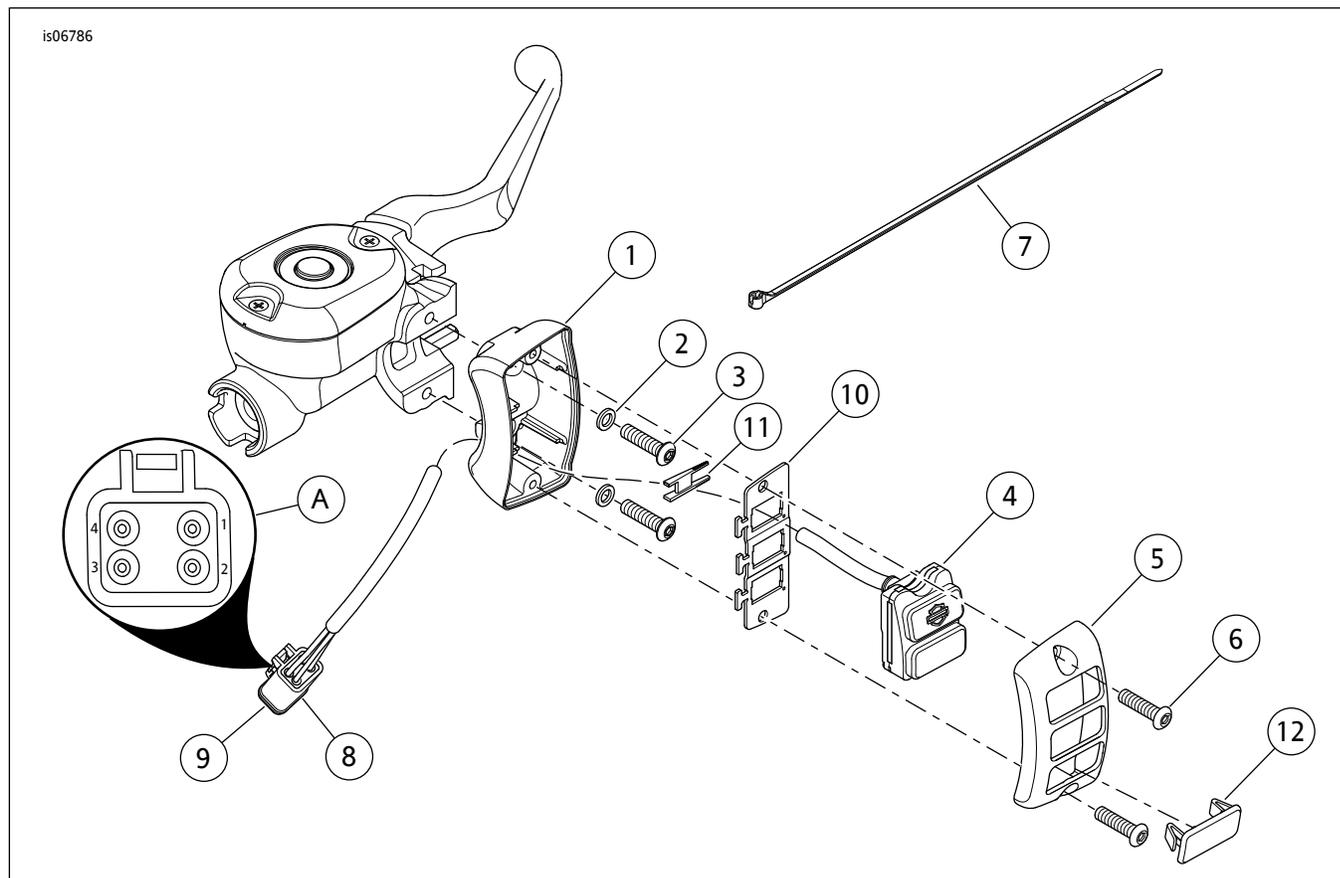

图3。维修零件：数字式挡位指示器
参见图3和表1。
3. 参见图3。安装挡位指示器下部壳体(1)、垫圈(2)和螺丝(3)。拧紧螺丝至8-9 N·m(60-80 in-lbs)。
6. 参见图3。布设挡位指示器的电线线束，使其穿过下部壳体(1)底部的孔。
12. 参见图3。按照以下方式, 将线束上的三个插针安装到4通道插座盒(A):